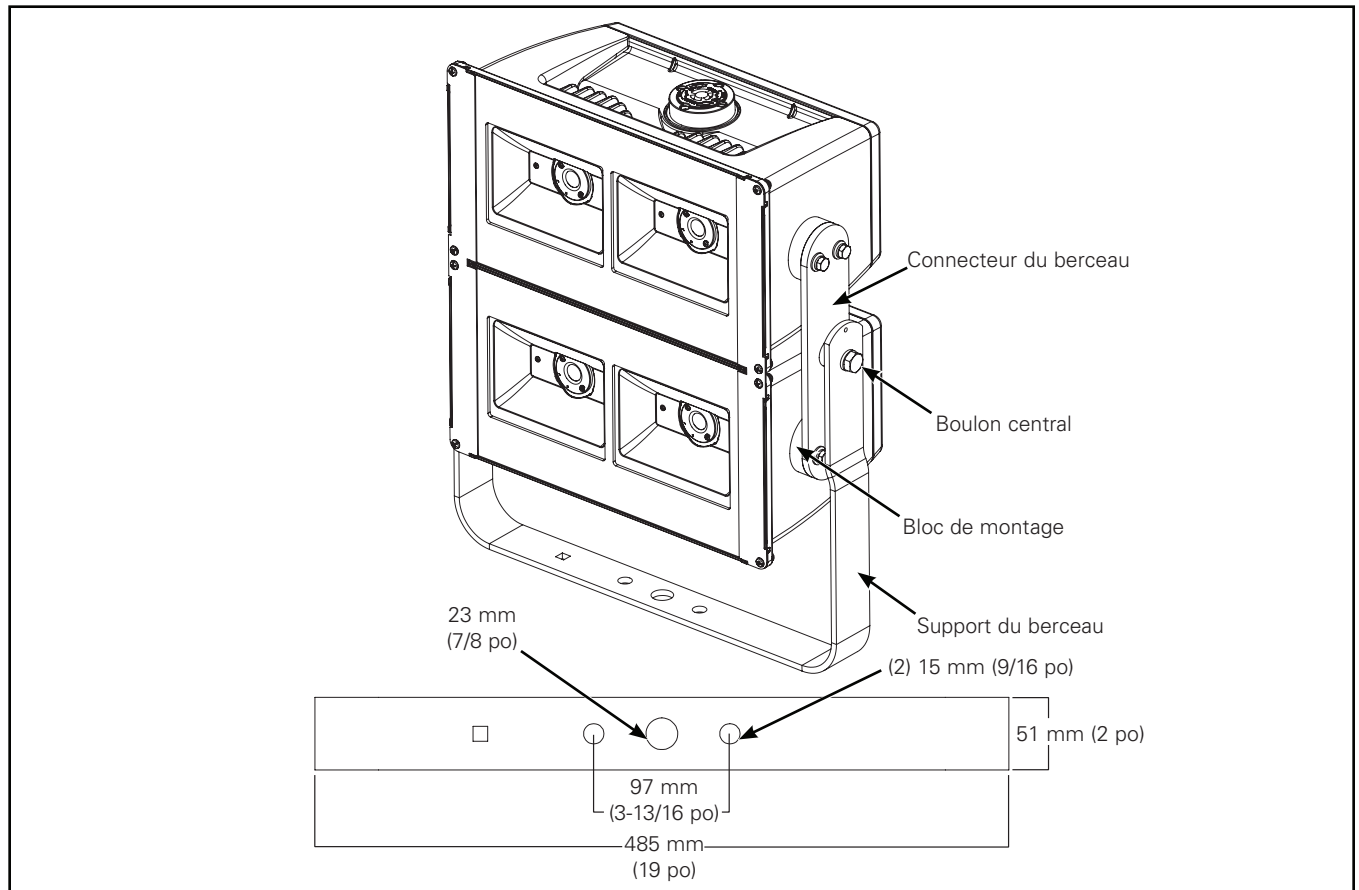

Figure 3
Montage sur berceau (Figure 3).
2. Desserrez mais ne retirez pas (2) boulons centraux. (Figure 3).